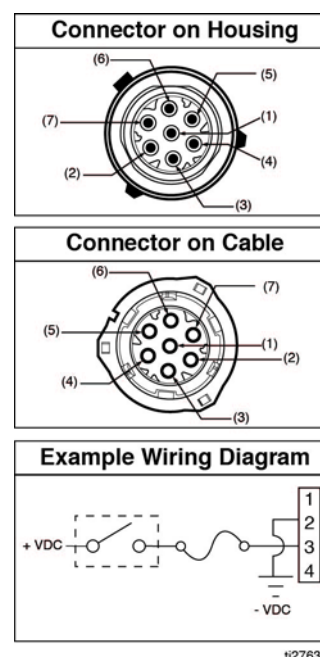

РИС. 4
- Правильное положение в соединителе см. на штифтовой схеме, представленной на рис. 4.
Цвет штифта и относящегося к нему провода (рис. 4)